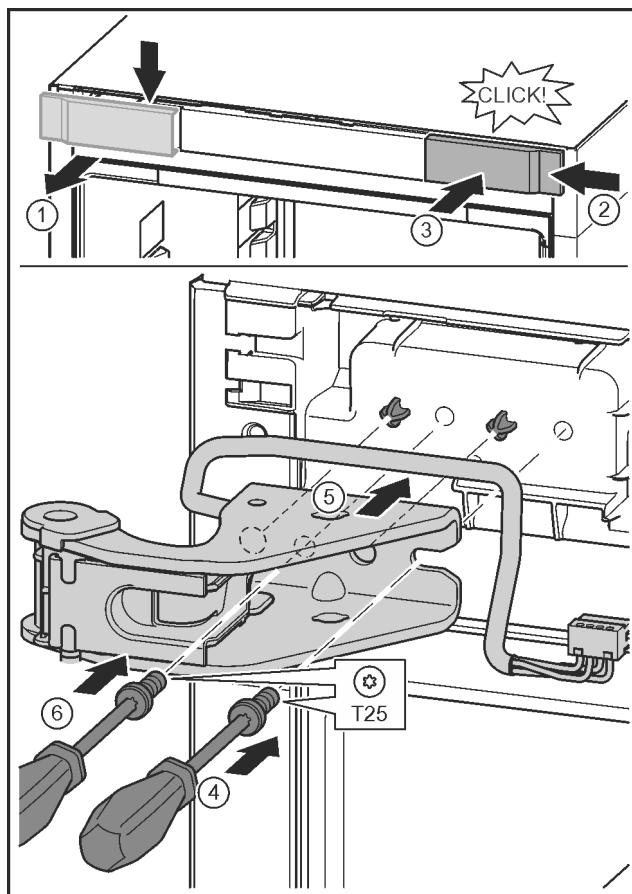

Fig. 28
- ▶ 松开盖板并从侧面取下。 Fig. 28 (1)
- ▶ 将盖板旋转 180° 至另一侧从右边挂上。 Fig. 28 (2)
- ▶ 插入盖板。 Fig. 28 (3)
- ▶ 用 T25 螺丝刀装上螺钉。 Fig. 28 (4)
- ▶ 装上方的托架。 Fig. 28 (5)
- ▶ 旋紧螺钉。 Fig. 28 (4)
- ▶ 用 T25 螺丝刀安装并旋紧螺钉。 Fig. 28 (6)